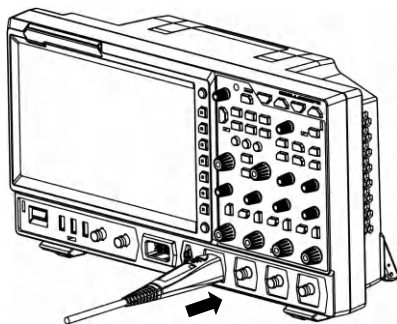

图 1-8 连接有源探头
2. 将有源探头放大器的另一端连接至示波器前面板的模拟通道输入端，如图 1-8 所示。注意将探头推到紧闭的位置。